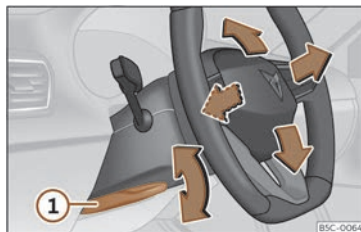

Fig. 66 Panca na parte inferior do lado esquerdo da columna de dirección.
- Tire da panca >>> **fig. 66 ①** cara abaixo, mova o volante á posición desexada e suba a panca de novo ata o punto de peche.
- Tras axustar a columna da dirección, empurre firmemente a panca >>> **fig. 66 ①** cara arriba para que o volante non cambie de posición accidentalmente durante a marcha.